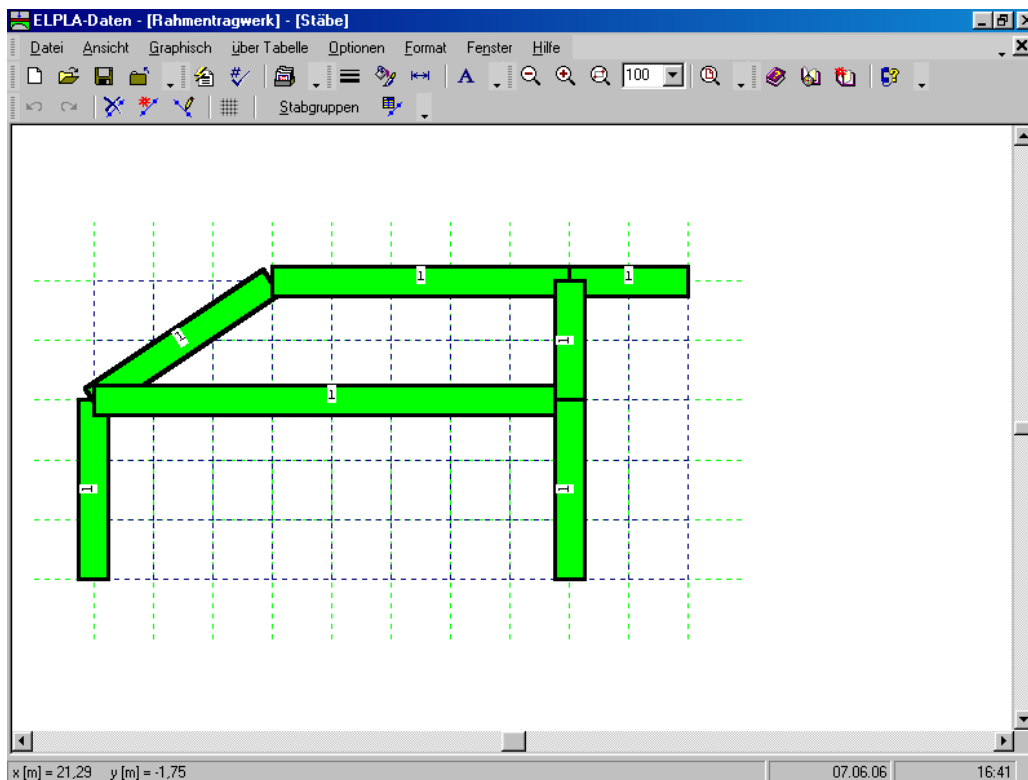

Bild 7-17 Rahmentragwerk mit Stäben auf dem Bildschirm
Wiederholen Sie die vorherigen Schritte, um die übrigen Stäbe im Netz einzufügen. Nach der Definition aller Stäbe sollte der Bildschirm wie das folgende Bild 7-17 aussehen.
- Wählen Sie "Stäbe speichern" aus dem "Datei"-Menü im Bild 7-17, um die Daten der Stäbe zu speichern
- Wählen Sie "Stäbe schließen" aus dem "Datei"-Menü im Bild 7-17, um das eingebettete Programm "Stäbe" zu schließen und zum Hauptfenster des Programms *ELPLA-Daten* zurückzukehren